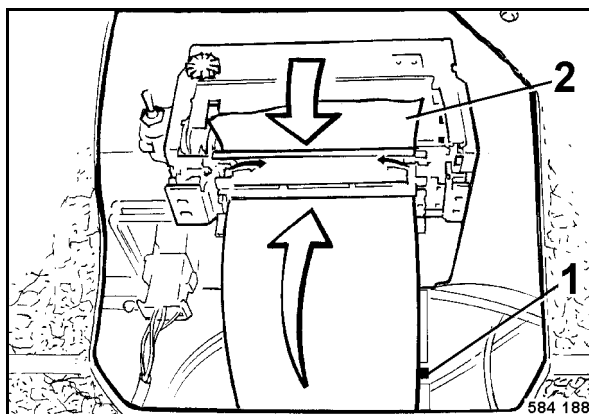

Fig. 132
- Sacar el eje 1 (Fig. 132) con el resto del rollo de papel (2).